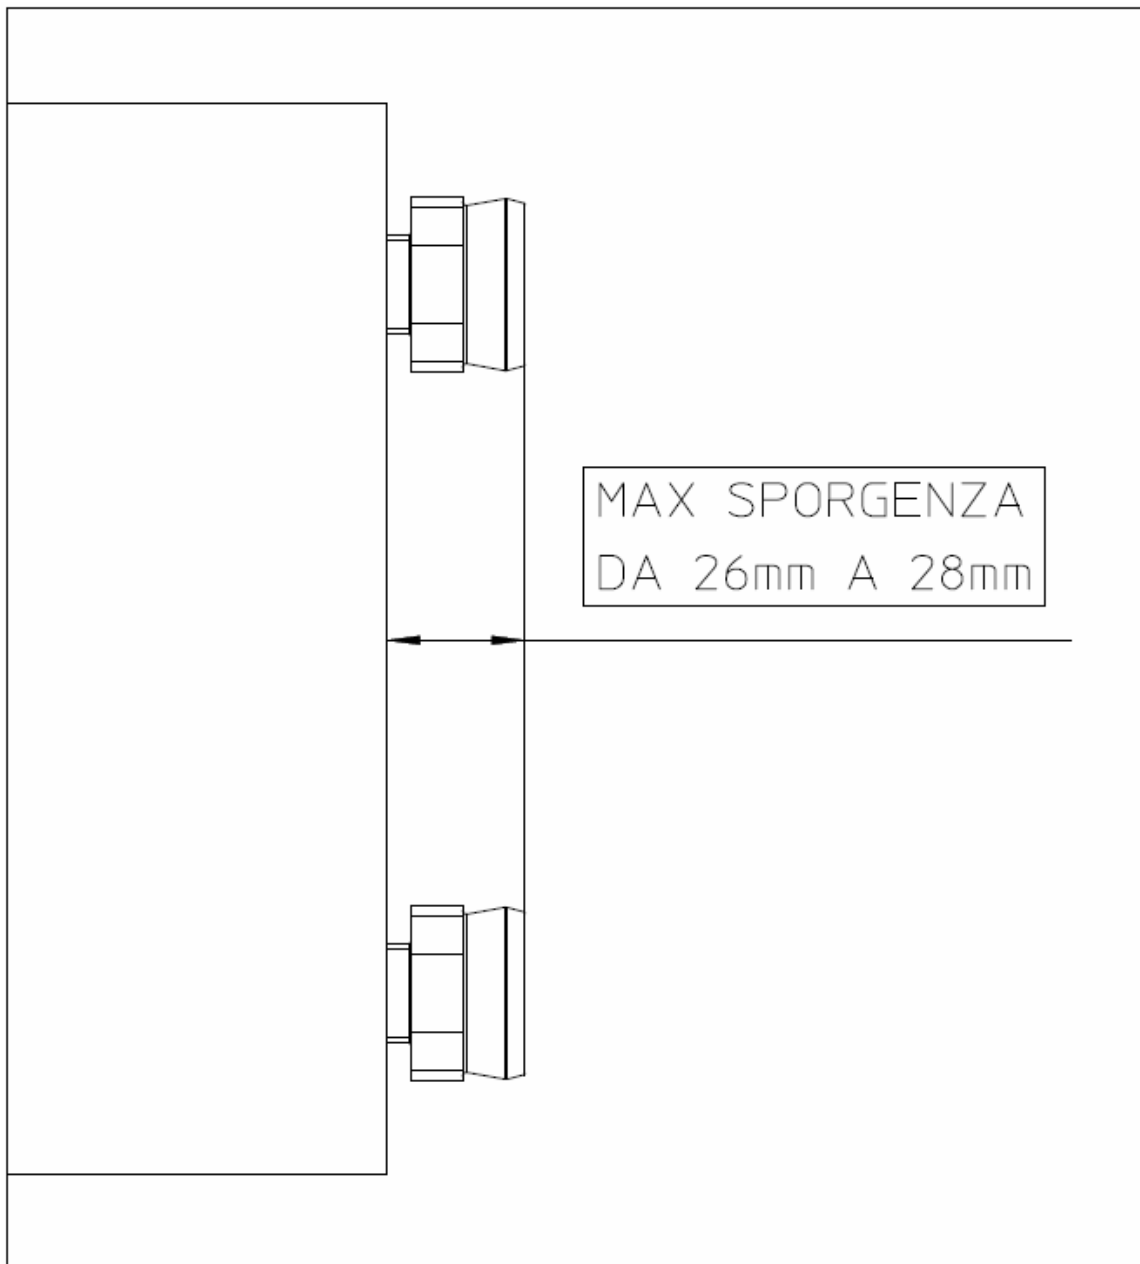

Fig. 2 – Sporgenza massima eccentrici
- ATTENZIONE: PER GARANTIRE UN PERFETTO ACCOPPIAMENTO DEL GRUPPO CON LE PIASTRELLE, LA PARTE ANTERIORE DEI DUE ECCENTRICI DEVE SPORGERE DI UNA QUOTA COMPRESA FRA 26 E 28 mm DALLE PIASTRELLE STESSE (FIG. 2);**
- 4- FISSARE IL GRUPPO SUGLI ECCENTRICI PRECEDENTEMENTE FISSATI A MURO E BLOCCARLO AVVITANDO GLI APPOSITI GRANI (1) FORNITI IN DOTAZIONE.